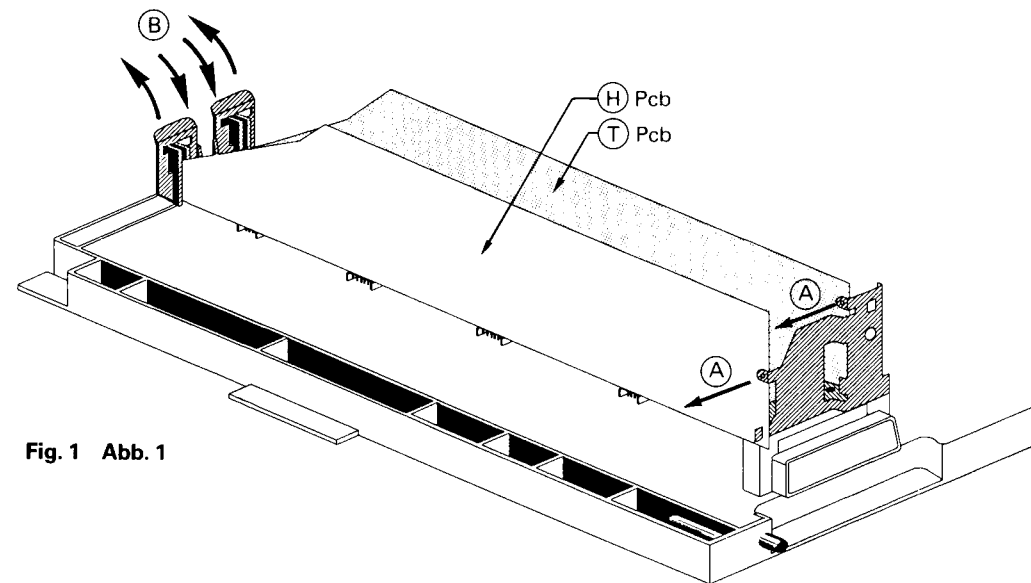

Fig. 1 Abb. 1
1. Remove plastic rivet (A) and release the plastic support bracket (B). Refer to Fig. 1
1. Die schwarze Kunststoffhalterung (A) entfernen, und die Kunststoffschiene (B) nach hinten drücken. Siehe Abbildung 1.